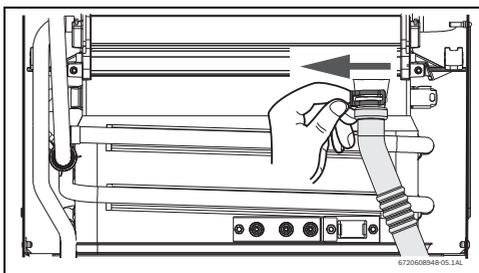

Fig. 55
- ▶ Retirar el clip y soltar la extremidad del tubo de condensados (consultar la Fig. 55).